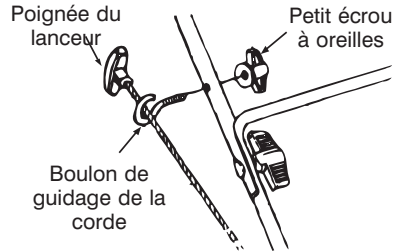

Figure 4
- Attachez-le avec un petit écrou à oreilles. Voir la figure 4.